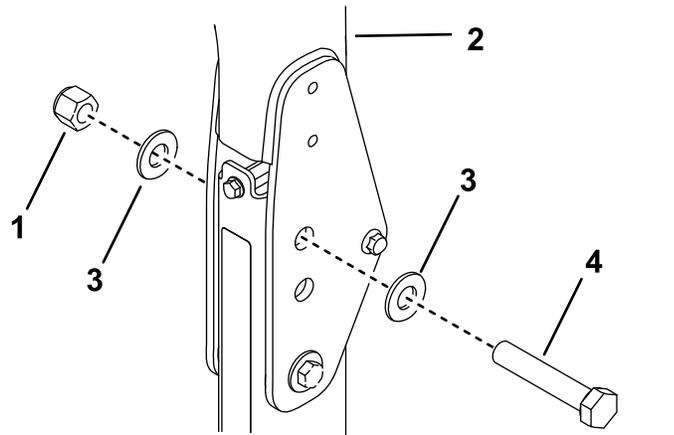

Figura 34
2. Inserite una rondella (13/16" x 1 1/2") su ciascun bullone (3/4" x 4"), come illustrato nella Figura 34.
3. Nei fori da cui sono state estratte le spine, installate bulloni e rondelle (Figura 34).
4. Montate un'altra rondella su ciascun bullone e fissate con un dado (3/4"), come illustrato nella Figura 34.